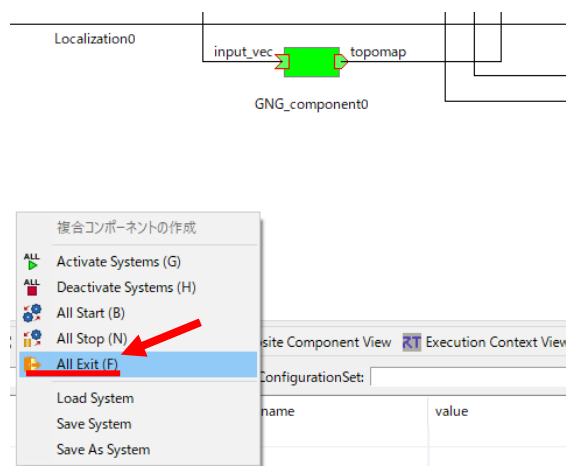

図 43 [System Editor]上の空白部分で[右クリック]し，表示させた[All Exit]
- ④ 図 43 のように[System Editor]上の空白部分で[右クリック]し，[All Exit]をクリックし，すべての RTC が終了し，[Start Naming Service]のコンソールを除く，開いていたコンソールと OpenCV のウィンドウがすべて閉じられ，[Name Service View]および[System Editor]上の RTC の表示が消える．